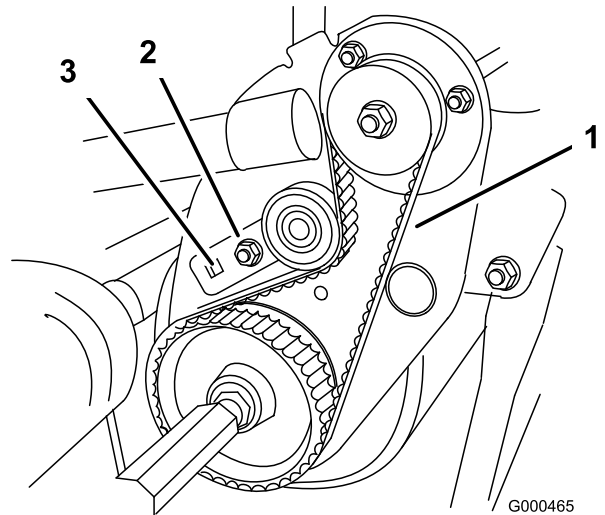

Bild 41
- B. Drehen Sie die Spannscheibenhalterung mit einem 3/8 Zoll Drehmomentschlüssel mit 4 bis 4,5 Nm an, um die Riemen Spannung einzustellen (Bild 41) Ziehen Sie die Befestigungsschraube der